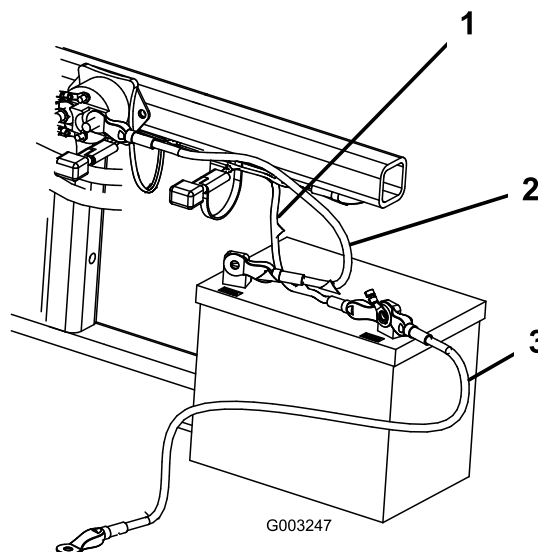

Figure 5
- Fixez le câble positif (rouge) à la borne positive (+) avec un boulon de 1/4-20 x 5/8 po et un contre-écrou (Figure 5).
3. Fixez le petit câble noir et le câble négatif (noir) à la borne négative (-) de la batterie avec une boulon (1/4 x 5/8 po) et un contre-écrou (1/4 pouce) (Figure 5).